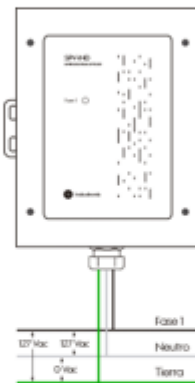

IMAGEN 2
7. Diagrama de cableado del SPV (Imagen 2).